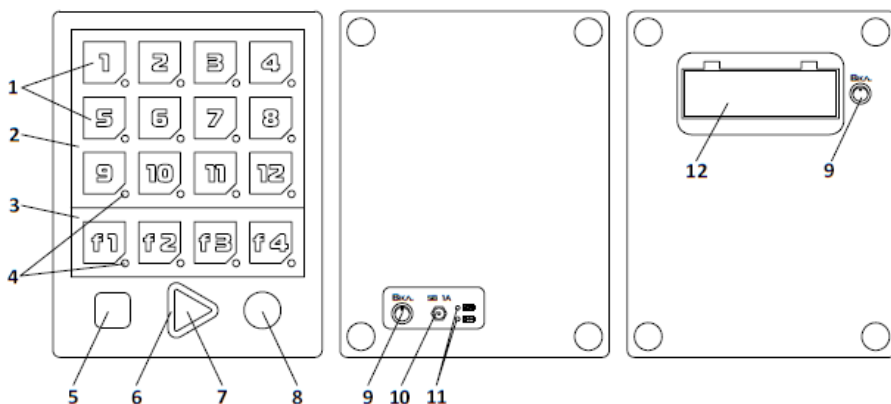
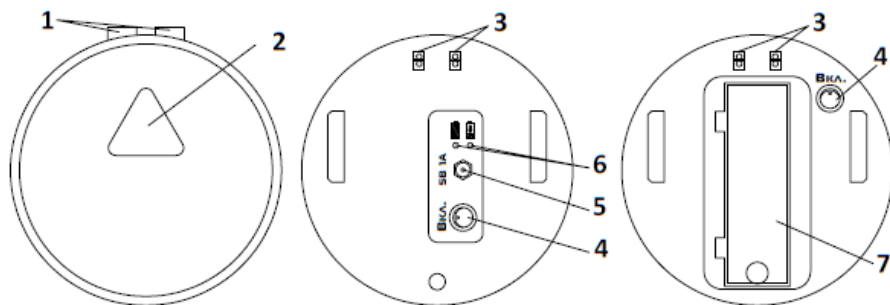

Рис. 1. Пульт управления.
Рис. 2. Мобильный робот.
Пульт управления (рис. 1) имеет 16 ячеек для установки кубиков (1). Ячейки разбиты на две зоны – зеленую (2) и желтую (3). Зеленая зона предназначена для размещения основных команд, желтая – для задания команд, выполняемых тогда, когда в программе встречается кубик «Функция». Около каждой ячейки размещены световые индикаторы (4). Под ячейками расположены кнопки «ПАУЗА» (5), «ПУСК» (7), «СТОП» (8) и индикатор режима работы (6). На задней крышке расположены выключатель питания (9), разъем для подключения зарядного устройства (10)*, два индикатора режима заряда (11)* и крышка батарейного отсека (12)**.
- подключить входящий в комплект кабель к разъему на корпусе пульта управления (робота) (см. рис. 1 и рис. 2).